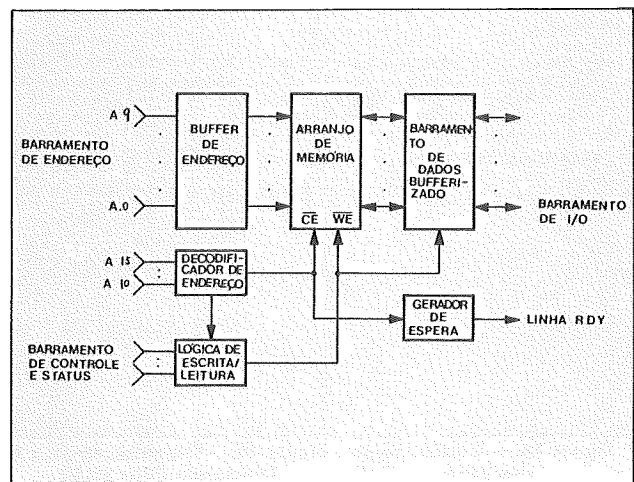

Figura 4 — Diagrama em Blocos de um Arranjo de Memória
A figura 4 apresenta um diagrama em bloco de um circuito de memória completo. As linhas de endereço de menor ordem são *bufferizadas* e aplicadas diretamente ao arranjo de memória. Os circuitos decodificadores decodificam os bits de endereços em uma única localização na RAM. Os bits de endereço de mais alta ordem são conectados ao circuito de decodificação que seleciona (CE) o bloco de memória e fornece o *enable* individual para cada linha de RAM's. Por exemplo, num arranjo de 32K x 8 seriam necessárias oito linhas, como no arranjo da fi-